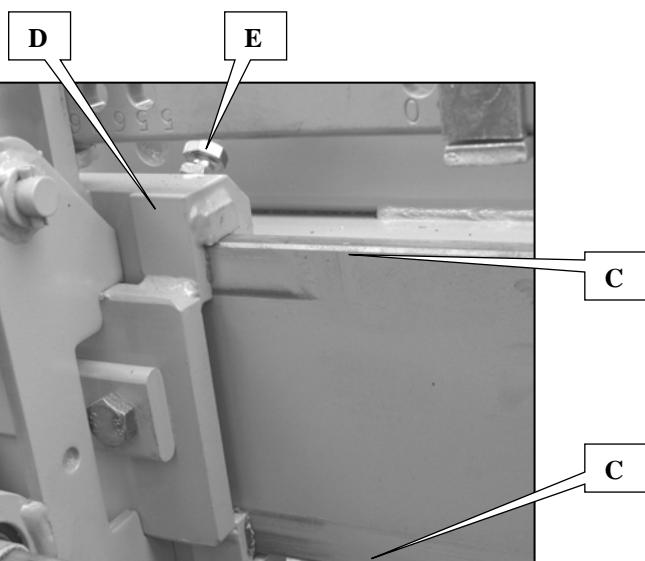

Fig. 2
- 1 - Smontare la trasmissione e il carter di trasmissione (C fig. 2).
- Les éléments n° 3 et 4 sont montés sur glissière (D fig. 2). Les guides de glissières sont maintenus en pression par les 2 vis (E fig. 2). Le couple de serrage ces 2 vis doit être de 24 N.m. Ne pas intervenir sur les 2 vis inférieures.
- Metering units 3 and 4 are mounted on runners (D fig. 2). The runner guides are kept under pressure by the 2 screws (E fig. 2). The torque of these 2 screws must be from 24 N.m. No adjustments should be made to the 2 lower screws.